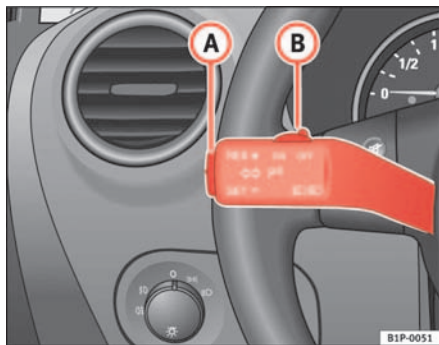

Abb. 123 Blinker- und Fernlichthebel: Schalter und Wippe für GRA
- Drücken Sie den unteren Teil der Wippe **SET** ⇒ Abb. 123 **A** einmal kurz, wenn die zu speichernde Geschwindigkeit erreicht worden ist.